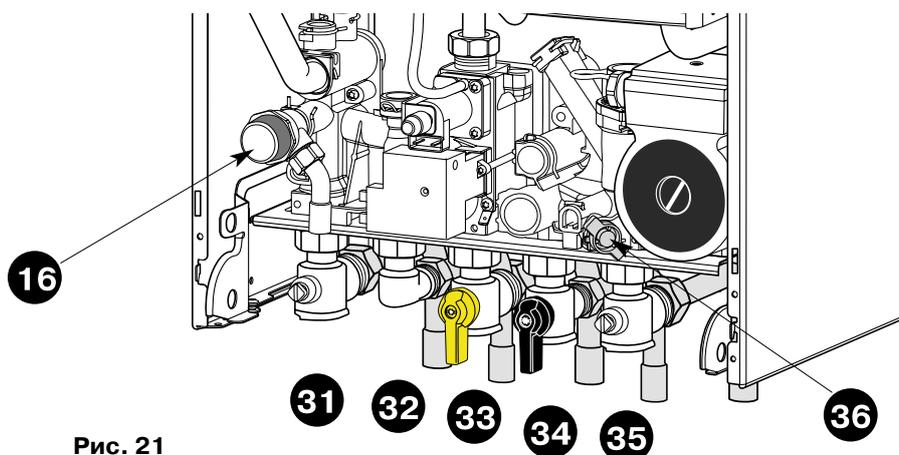

Рис. 21
Краны и клапаны (рис. 21)
3. Откройте кран подачи газа **33** (рис. 21).
- перекройте подачу газа, повернув кран **33** (рис. 21).